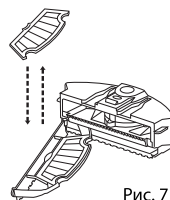

Рис. 7
5. Замените фильтр на новый: одной рукой держите полукруглый держатель, чтобы освободить защелку, а другой рукой снимите решетку фильтра. Затем замените фильтр на новый. (См. рис. 7)